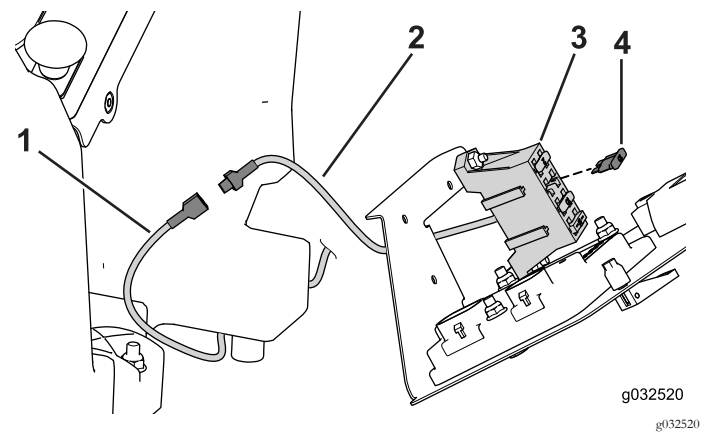

Bild 40
- Verlegen Sie das Hilfsstromkabel in das Bedienfeld (Bild 40).
- Schließen Sie das Hilfsstromkabel an ein nicht verwendetes Sicherungsblockkabel am Sicherungsblock an (Bild 40).
- Setzen Sie eine Sicherung (10 A) in die Sicherungsstelle ein, die am Hilfsstromkabel angeschlossen ist (Bild 40).